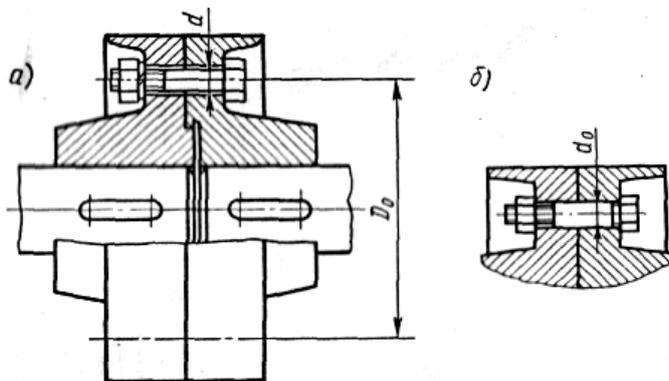

Рисунок 29. (к задаче 98)
**Задача 98.** Фланцевая муфта (рис. 29, а) передает расчетный вращающий момент  $T$ . Число болтов, соединяющих стальные фланцы полу муфт,  $z_1 = 6$ . Диаметр окружности, по которой расположены болты,  $D_0$ . Определить диаметр болтов  $d$ , поставленных с зазором. Коэффициент запаса по сдвигу полу муфт  $K = 2$ . Коэффициент трения на стыке полу муфты  $f = 0,2$ . Материал болтов класса прочности 3.6. Затяжка болтов неконтролируемая. Нагрузка постоянная.
ная. Определить также диаметр стержня болтов  $d_0$ , поставленных без зазора (рис. 29, б), если число болтов уменьшено до  $z_2 = 3$ . Сделать вывод. Данные своего варианта принять по табл. 43.